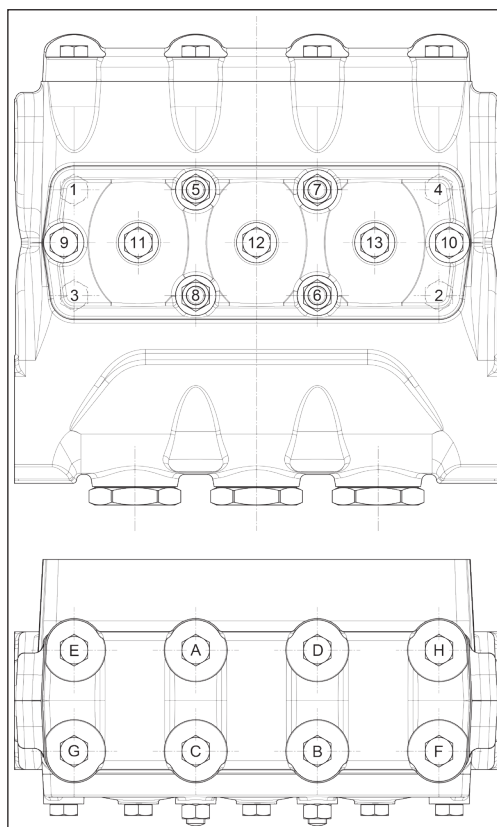

Abb. 137
** Die Befestigungsschrauben und -mutter des Kopfs und der Deckel müssen mit einem Drehmomentschlüssel bei Schmierung des Gewindeschachts in der Reihenfolge gemäß Schema Abb. 137 festgezogen werden.